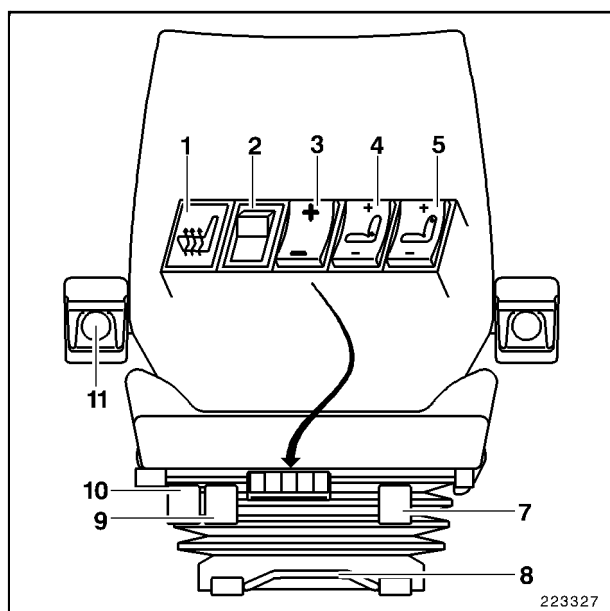

Fig. 1
- Utilizando el interruptor basculante (3, Fig. 1) se puede adaptar la suspensión al peso del conductor: